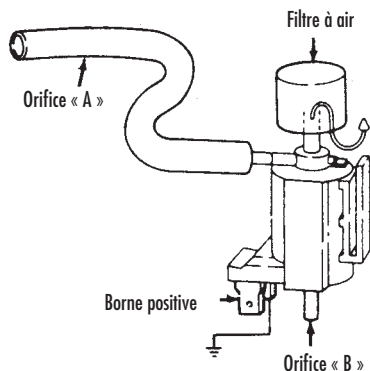

FIGURE 14: ÉLECTROVALVE DE DÉPRESSION DE COMMANDE DE RALENTI
1) Débrancher le raccord à vide et le connecteur électrique du solénoïde. Raccorder la pompe à l'orifice « B » et essayer de faire le vide. La dépression devrait se dissiper par l'orifice « A » (FIGURE 14).